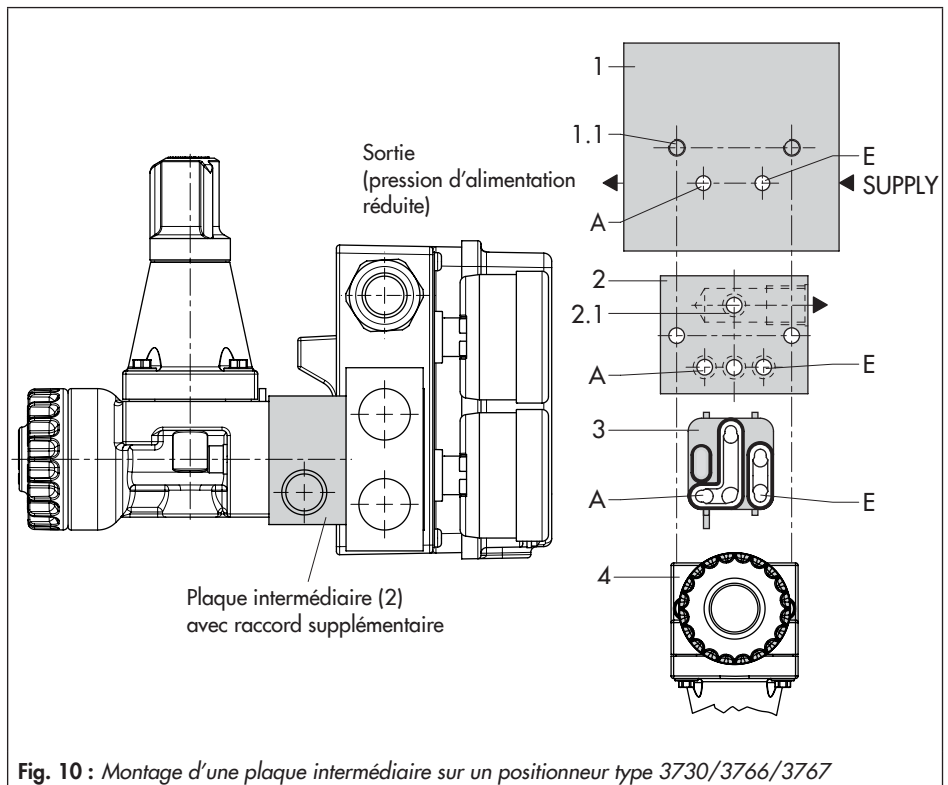

Fig. 10 : Montage d'une plaque intermédiaire sur un positionneur type 3730/3766/3767
1. Retirer les vis de fixation, puis séparer le détendeur (4) et le joint plat de répartition (3) de la plaque d'adaptation (1) sans modifier la position du joint plat dans le détendeur.
→ La longue languette en caoutchouc du joint plat de répartition (3) doit toujours indiquer la sortie du détendeur (pression d'alimentation réduite) (cf. Fig. 10 et Fig. 11).
2. Insérer les joints toriques (2.1) dans les alésages de la plaque intermédiaire (2).
4. Placer le détendeur (4) avec le joint plat de répartition (3) sur la plaque intermédiaire (2), puis fixer l'ensemble à l'aide des vis de fixation longues.